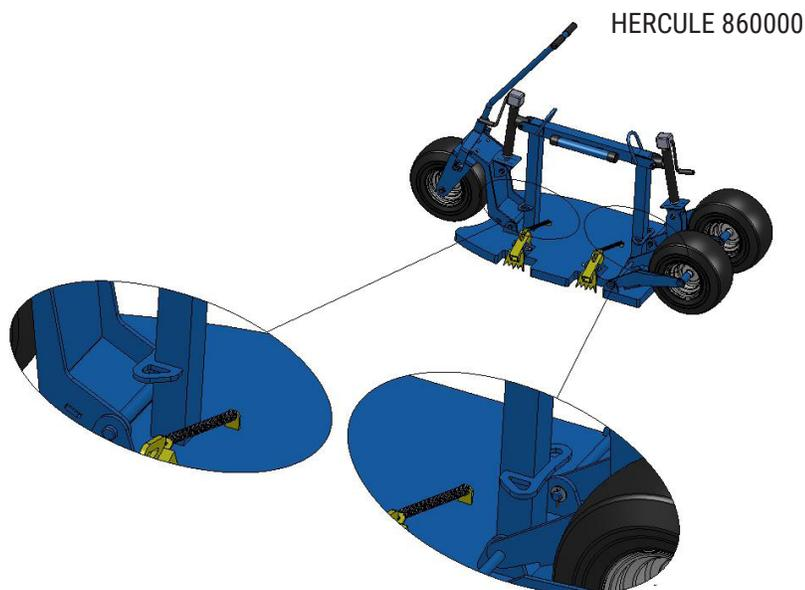

Figure 8
**En mode déplacement restreint, l'utilisateur doit ancrer sa longe de sécurité à l'un des anneaux bleus situés sur le montant vertical. (Voir figure 8)**